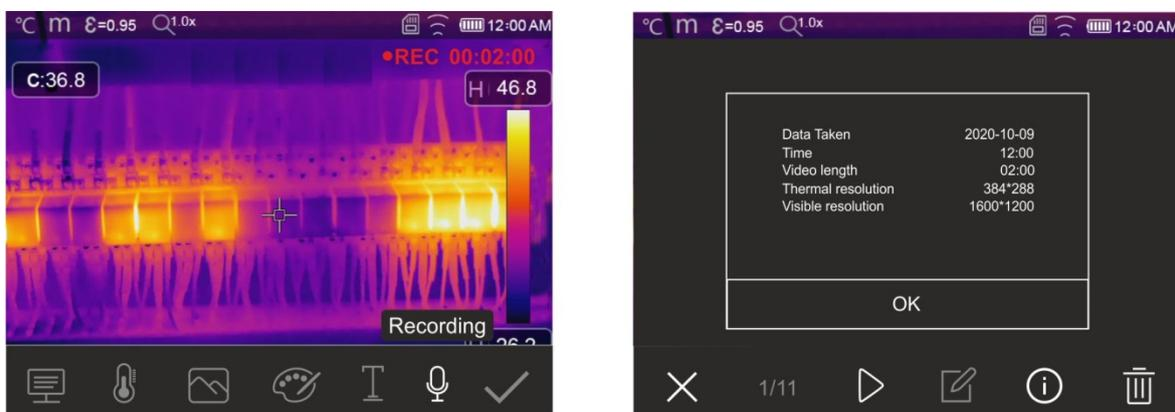

Fig. 50: Gravação de vídeo IR
2. **Pressione e segure o botão T (Trigger) por pelo menos 2s.** A indicação "REC" é mostrada na parte superior para indicar a gravação em andamento (ver Fig. 50)